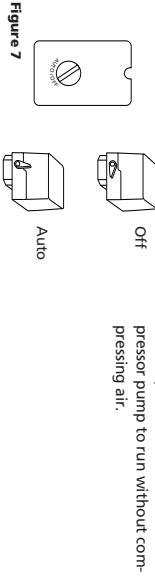

Figure 7
1. Utilisez ce modèle sur un circuit nominal de 120 volts. La fiche de mise à la terre ressemble celle illustrée dans la Fig. 7. S'assurer que le modèle soit branché dans une prise de courant ayant la même configuration que la fiche. Ce produit doit être mis à la terre. Dans le cas de court-circuit électrique, la mise à la terre réduit le risque de secousse électrique en fournissant un fil de débranchement pour le courant électrique. Ce modèle est équipé d'un cordon ayant un fil de terre avec une fibre de mise à la terre appropriée. (Voir Figure 5). La fiche doit être branchée dans une prise de courant bien installée et mise à la terre en accordance aux codes et ordonnances locaux.